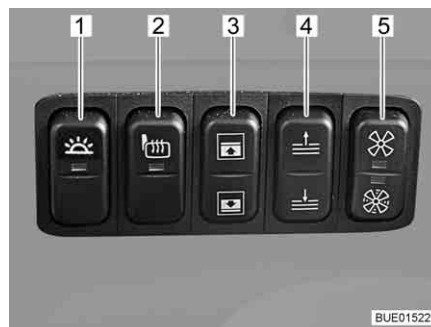

Bild 33 Reglagelist Grand Panorama
- Tryck på knappen (Bild 33,1) på reglagelisten.
- Tryck på knappen (Bild 33,1) på reglagelisten en gång till
- Tryck på knappen (Bild 33,2) på reglagelisten. Kontrollampan på reglaget visar att funktionen aktiverats.
- Tryck på övre eller undre delen av knappen (Bild 33,3) på reglagelisten. Solskyddet rör sig uppåt eller nedåt så länge knappen hålls inne.
- Tryck på övre eller undre delen av knappen (Bild 33,4) på reglagelisten. Mörkläggningsgardinen rör sig uppåt eller nedåt så länge knappen hålls inne.
- Tryck på övre halvan av knappen (Bild 33,5) på reglagelisten. En fläkt blåser varm luft från bodelens värme på vindrutan (nivå 1).
- Tryck på undre halvan av knappen (Bild 33,5) på reglagelisten. En fläkt blåser varm luft från bodelens värme på vindrutan (nivå 2).